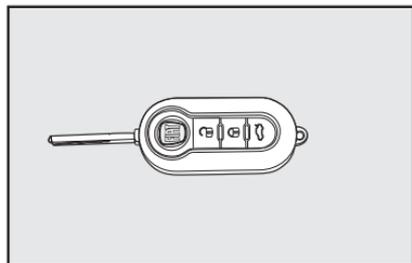

fig. 1
CHAVES - fig. 1
- Duas chaves **fig. 1**.
- abertura/fechamento das portas ou do porta-malas por meio do controle remoto. (chave **fig. 1**).